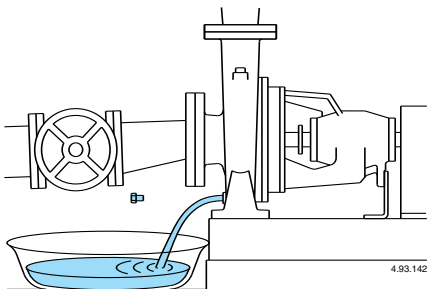

Fig. 9 Descarga.
**ATENCIÓN:** Cuando la bomba permanece inactiva, existe el peligro de que se hiele, y debe ser vaciada completamente (fig. 9.).
Antes del desmontaje cerrar la compuerta de aspiración, y la de impulsión, y vaciar el cuerpo de la bomba. (Fig. 9).